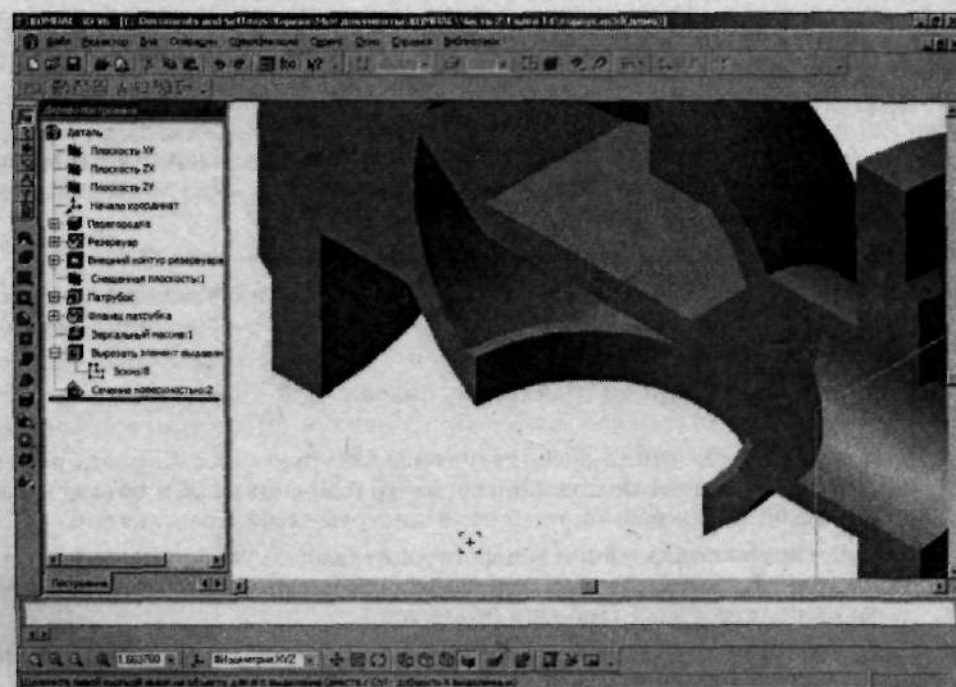

Рис. 2.149. Подведите указатель к перегородке
5. Подведите указатель мыши к перегородке (рис. 2.149), и нажмите клавиши **Ctrl+T**, или щелкните правой кнопкой мыши и из появившегося меню выберите пункт **Перебор объектов**.